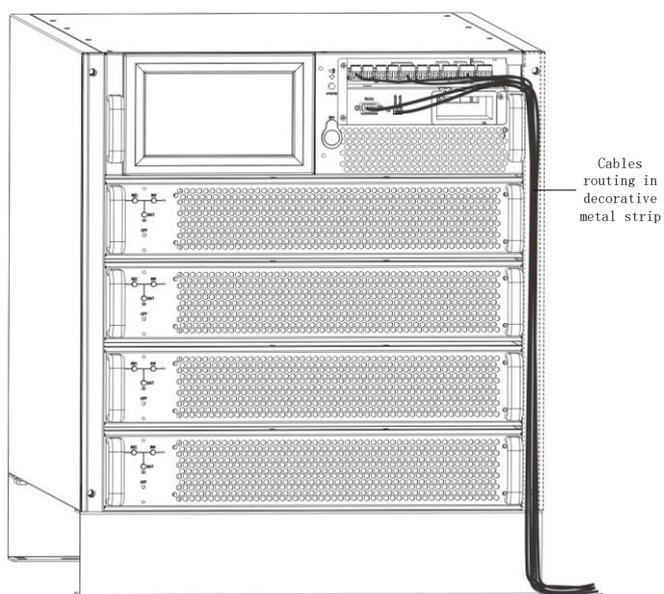

Fig. 4-12: Percorso cavi (contatti puliti, RS485, SNMP)
2. Collegare i cavi e seguire il percorso rappresentato in fig. 4-12